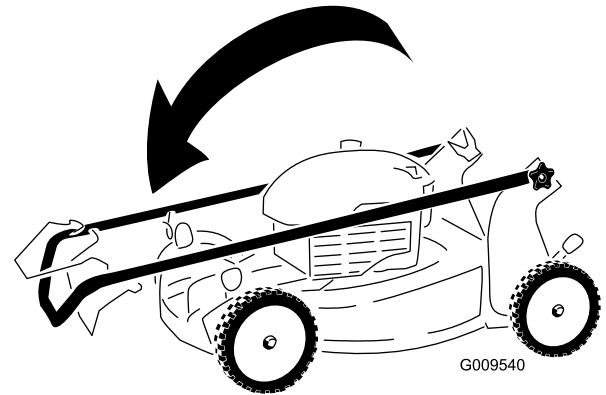

Figura 22
2. Pliegue hacia adelante la sección superior del manillar (ver Figura 22).